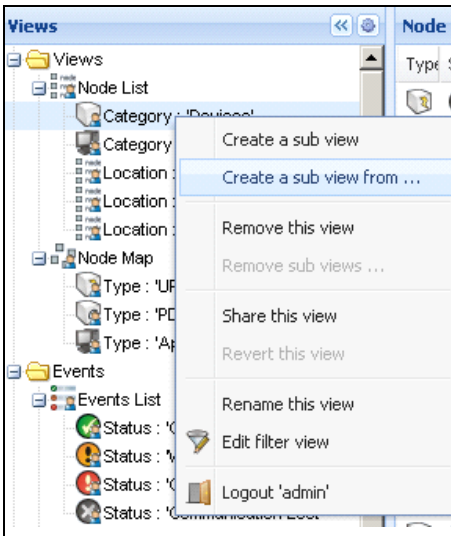

Abbildung 44. Kontextmenü für Unteransicht
- 2 Klicken Sie mit der rechten Maustaste auf diese Auswahl. Das Kontextmenü für Unteransichten wird angezeigt (siehe Abbildung 44).